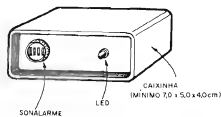

Fig.6
- **FIG. 6 - UMA CAIXINHA "JEITO-SA" PARA A AMU** - Se o Leitor/Hobbysta optar pelo uso dos alarmes sonoro e visual ("Sonalarme" e LED...), uma acomodação como sugerimos na figura dará ótimo resultado estético e prático, de modo que o **contêiner** possa ser fixado sob (ou **no**...) painel do veículo, em ponto onde a vi-